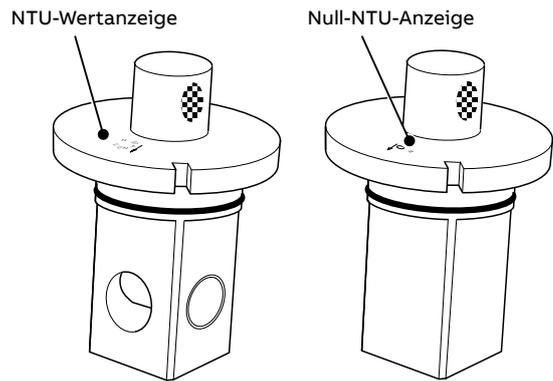
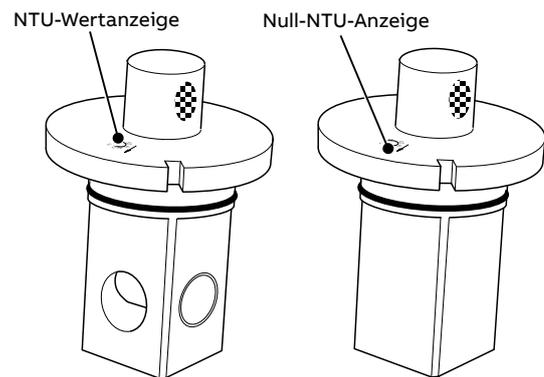
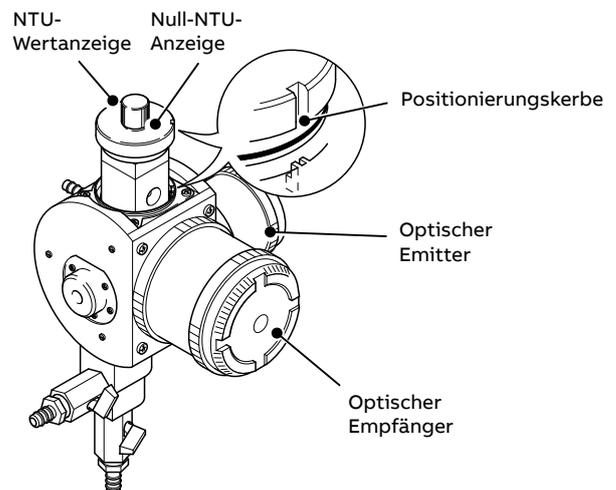

Abbildung 12 Trockenkalibrierungsstandard für Sensoren im unteren Messbereich
Abbildung 13 Trockenkalibrierungsstandard für Sensoren im oberen Messbereich
Abbildung 14 Einsetzen des Trockenstandards
- 9 Setzen Sie den Trockenkalibrierungsstandard so ein, dass die Angabe des NTU-Nullwerts (siehe Abb. Abbildung 12 oder Abbildung 13) zum Empfänger ausgerichtet ist und die Positionierungskerbe richtig einrastet. Siehe Abbildung 14.